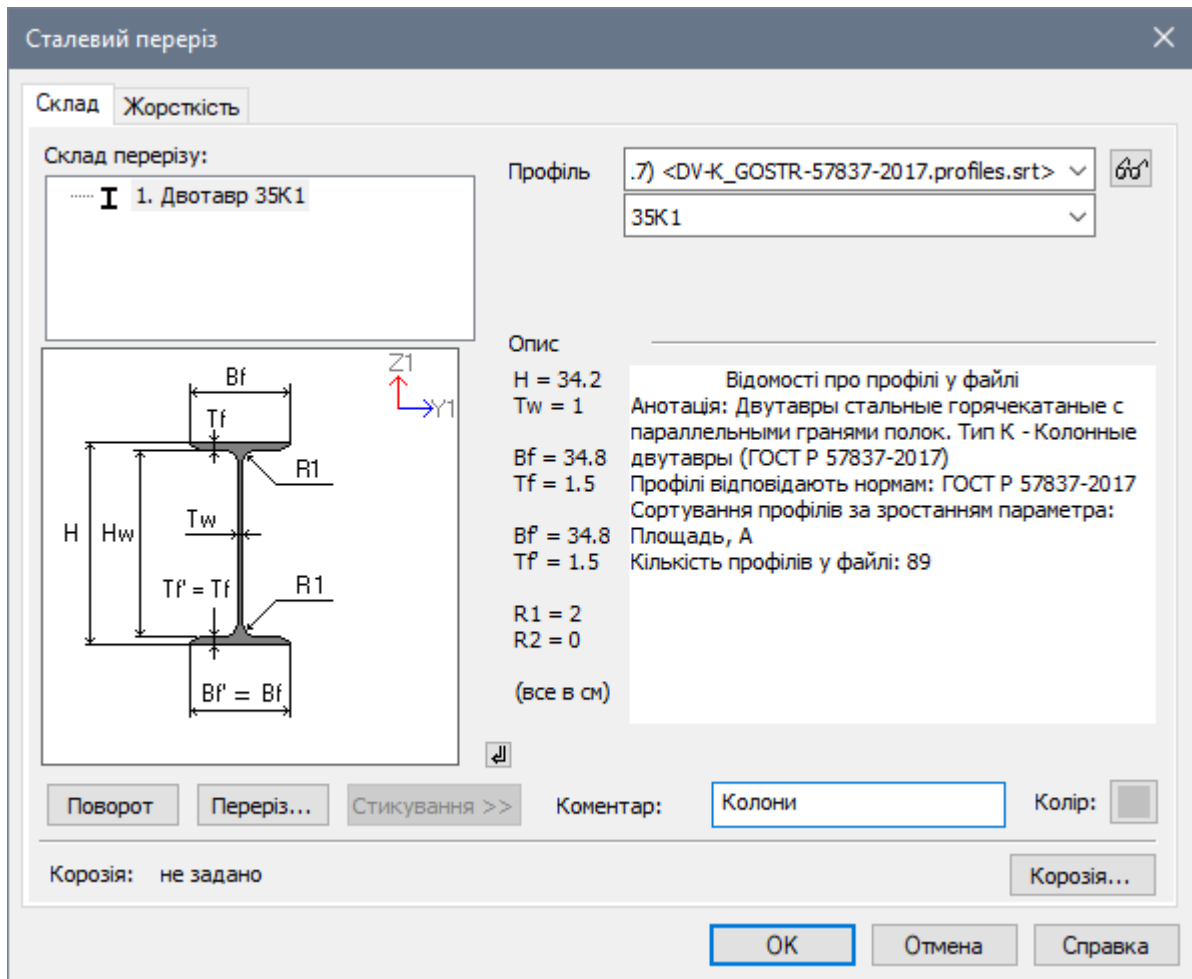

Рис. 12.13. Діалогове вікно Сталевий переріз
- В діалоговому вікні **Сталевий переріз** (рис. 12.13) задайте параметри перерізу **Двотавр**: